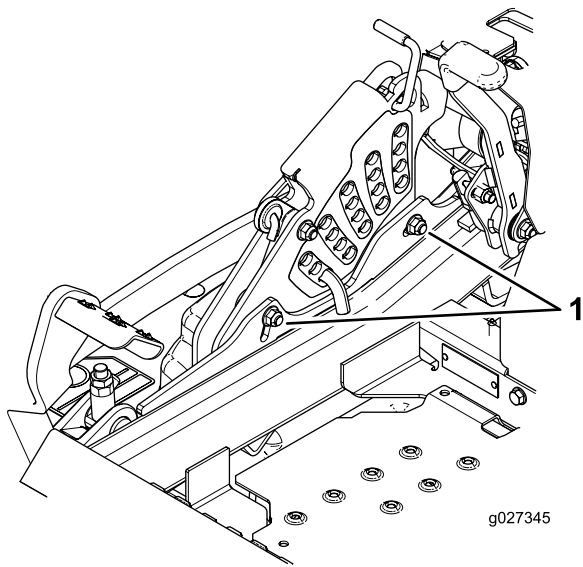

Bild 87
10. Zum Einstellen der zentralen Einstellung lösen Sie die zwei Schrauben unten an der Schnitthöhenplatte (Bild 87).
11. Ziehen Sie die zwei Schrauben unten an der Schnitthöhenplatte an (Bild 87).